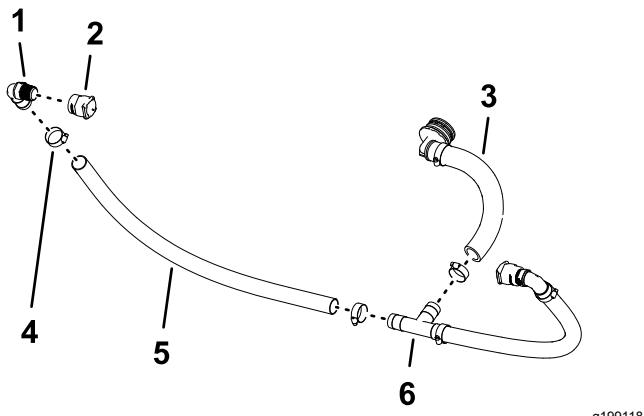

Рисунок 90
- Установите быстроразъемный штуцер (гнездо – 3/4 дюйма) на прямоугольный штуцер типа «елочка» (NPT 1-3/4 дюйма), как показано на Рисунок 90.
- Установите прямоугольный штуцер типа «елочка» (NPT 1-3/4 дюйма) в шланг (1 x 26 дюймов) и закрепите шланг на штуцере с помощью шлангового хомута (Рисунок 90).
- Наденьте свободный конец шланга на тройник, как показано на Рисунок 90, и закрепите шланг на тройнике шланговым хомутом.
- Установите прямоугольный штуцер типа «елочка» в сборе со шлангом на тройник и закрепите шланг на тройнике с помощью шлангового хомута (Рисунок 90).